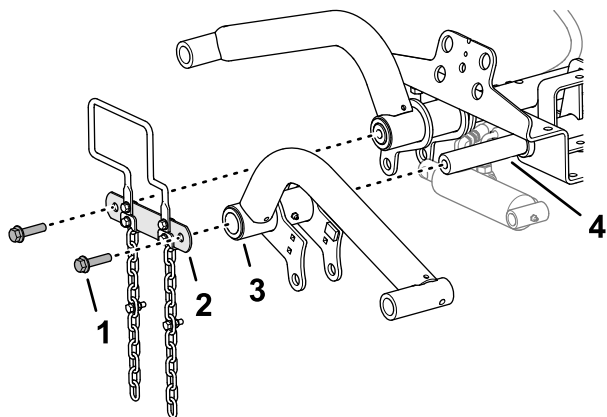

**Figura 10**
- La partea din față a mâinii, îndepărtați cele 2 uruburi cu cap imbus (1/2 x 2") care fixează articulația ax pivot la axul pivot al braului de ridicare i îndepărtați articulația (Figura 10).